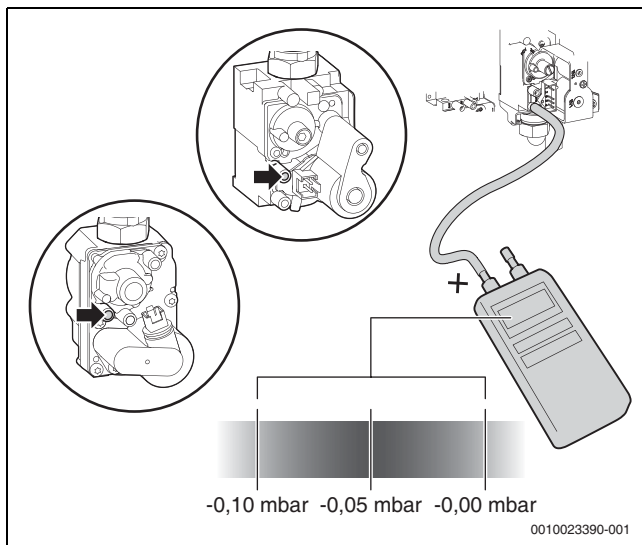

Fig. 46 Mesure de la pression différentielle
- ▶ Mesurer la pression différentielle de la vanne gaz (→ fig. 46). La pression différentielle idéale est de -0,05 mbar.